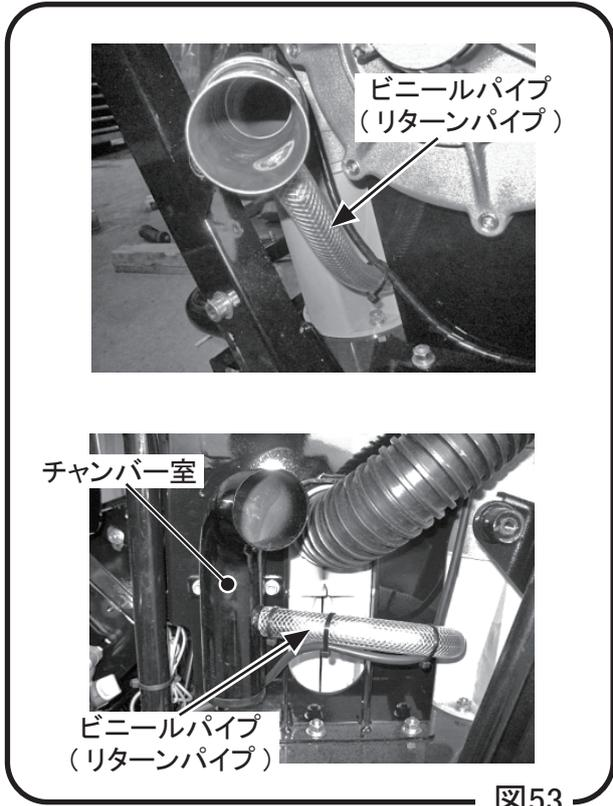

図53
- 1 チャンバー室、ビニールパイプ(リターンパイプ)内がダストで閉塞している場合は、エアガンを使用するか、または外して清掃してください。(図53)